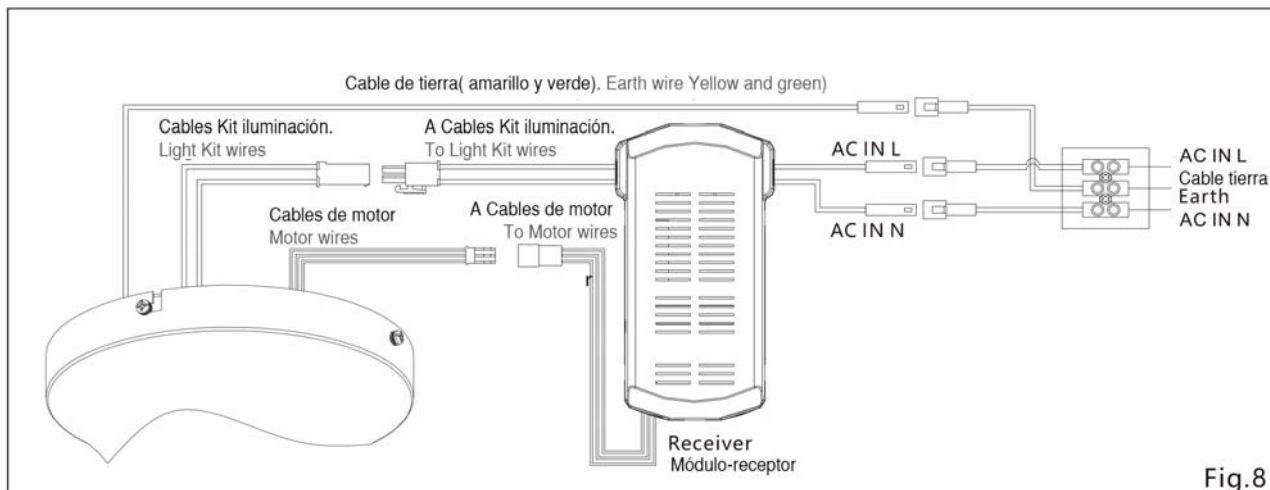

Fig.8
- C. Conecte el cable de tierra del cuerpo del ventilador al cable de tierra de la corriente. (Fig.8)